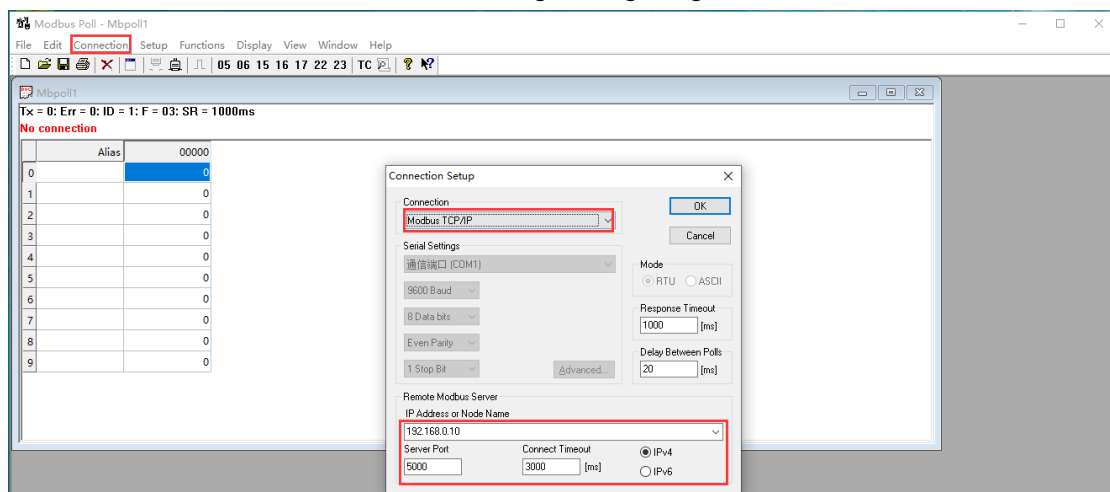

Abbildung 6-24 MODBUS\_TCP-Host-Parametereinstellungen
4) Klicken Sie auf "Verbindung", um eine Verbindung herzustellen, und stellen Sie die Parameter auf der MODBUS\_TCP-Seite ein, wie in Abbildung 6-24 gezeigt.